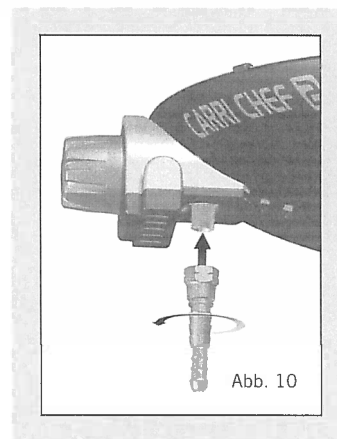

Abb. 10
- **HINWEIS!** Beim Installieren des Schlauchstutzens müssen Sie darauf achten, dass er beim Anziehen der Schlauchstutzensmutter gerade gehalten wird, um ein mögliches Gasleck zu verhindern. Mit einem passenden Schlüssel anziehen. (Abb. 10)
- Geräteklassen I 3B/P (30), I 3B/P (37) und I 3+ (28-30/37): Bringen Sie den Ventil-Schlauchstutzen am Ventil an, indem Sie ihn gegen den Uhrzeigersinn aufschrauben. Schieben Sie einen zugelassenen Schlauch auf den Ventil-Schlauchstutzen, bis er ordnungsgemäß sitzt. Am anderen Ende, eine passende Niederdruck-Regler (I 3B / P (30): 30mbar Butan / Propan-Konfigurationen Regler; I 3+ (28-30/37): 30mbar Butan Regler oder 37mbar Propan-Regler; I 3B / P (37) : 37mbar Butan / Propan-Konfigurationen Regler).. Achten Sie auch hier darauf, dass der Schlauch gut sitzt. Die Art der Schlauch verwendet werden mit den einschlägigen EN-Norm und suchen Anforderung. In Südafrika muss der Regler der Norm SABS 1237 genügen.
- Geräteklasse I 3B/P (50): Schrauben Sie einen Schlauch mit korrekten Gewindeanschlüssen an beiden Enden auf das viertelzöllige BSP Linksgewinde am Ventil. Bringen Sie am anderen Ende des Schlauchs einen geeigneten 50 mbar Niederdruck-Regler an. Die Schlauchleitung verwendet werden, müssen mit DIN 4815 Teil 2 oder gleichwertig erfüllen.